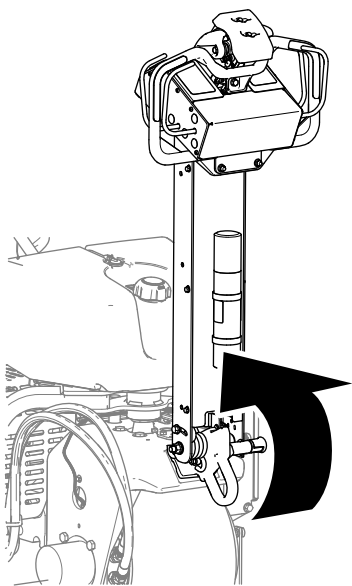

Figura 65
1. Levante a barra de ligação totalmente para engatar o travão de estacionamento (Figura 65).